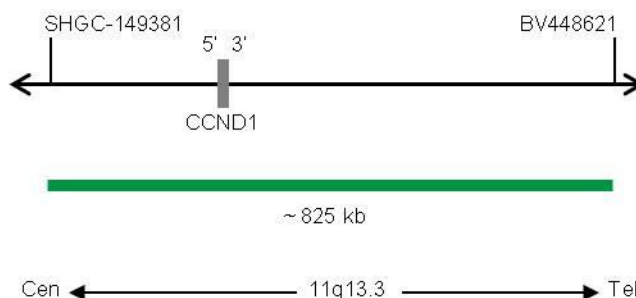

Fig. 1: Carte de la sonde SPEC CCND1 (pas à l'échelle)
- Polynucléotides marqués au ZyGreen (excitation 503 nm/émission 528 nm) (~10.0 ng/ μ l), qui ciblent une séquence de 11q13.3* (chr11:69,203,885-70,031,240) hébergeant la région génétique CCND1 (voir figure 1).